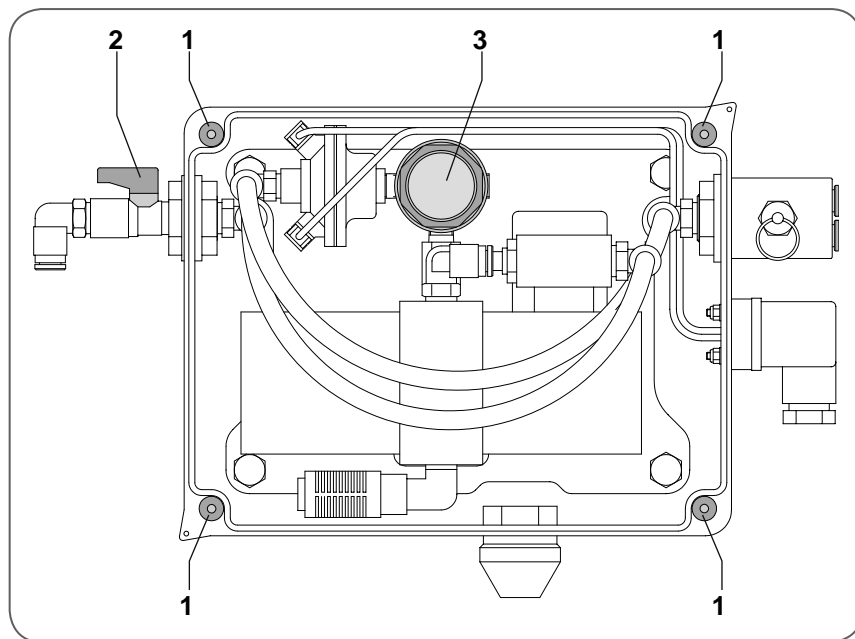

Fig. 13 - Unità di comando aperta 03 001 0184 00
1. Aprire l'unità di comando svitando le viti (4x) vd. ► *Fig. 13*, (pos. 1) sul coperchio.
3. Per incrementare la pressione d'uscita, estrarre la manopola di regolazione (pos. 3) in modo da sbloccarla e quindi ruotarla a piccoli passi verso destra.
4. Al termine del gonfiaggio, leggere il manometro e scaricare la pressione dalla valvola di protezione dalla sovrappressione (pos. 2).
5. Per ridurre la pressione d'uscita, estrarre la manopola di regolazione (pos. 3) in modo da sbloccarla e quindi ruotarla a piccoli passi verso sinistra.
6. Scaricare la pressione dalla valvola di protezione dalla sovrappressione (pos. 2) e ripetere l'operazione due volte.
7. Per bloccare la manopola di regolazione (pos. 3) spingerla indietro.
8. Con le viti (4x) (pos. 1) fissare il coperchio all'unità di comando e serrare a mano.